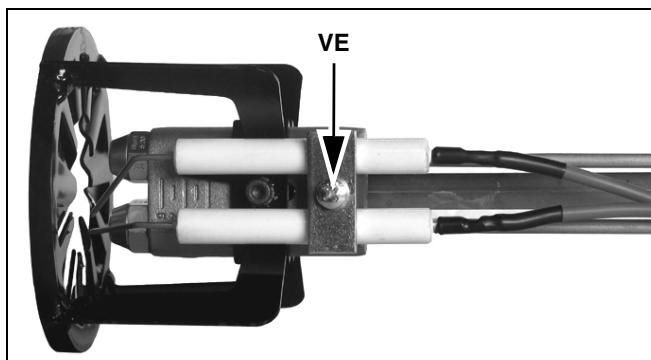
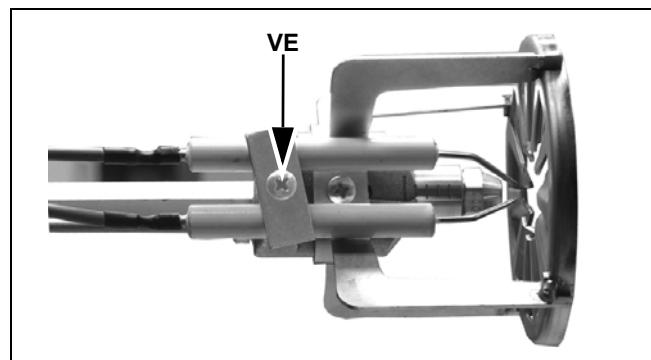

Рис. 47 - Горелки двухступенчатые
Рис. 48 - Горелки одноступенчатые
- Отвинтить винт **VE** снять электроды с держателя (Рис. 47 - Рис. 48).